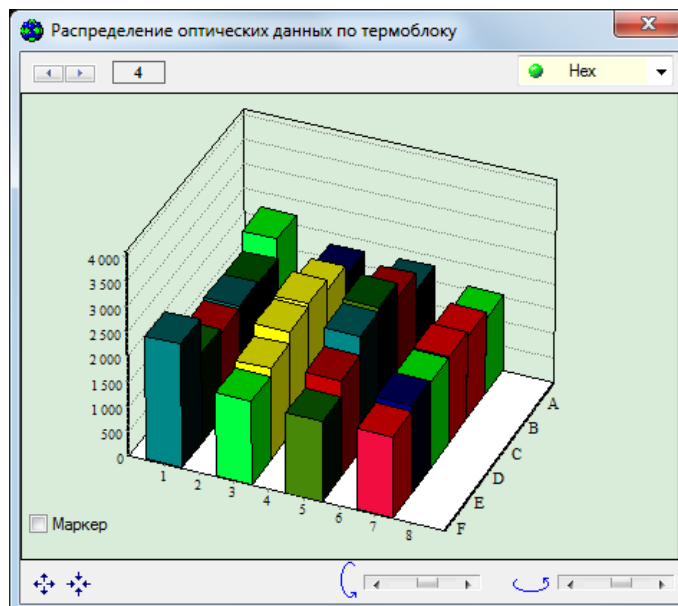

Рис.27. Данные оптических измерений для выбранных пробирок.
- во время выполнения программы амплификации, выбрав  можно просмотреть данные оптических измерений для выбранных пробирок в виде 3-D гистограммы в окне **Распределение оптических данных по термоблоку** (Рис.27).